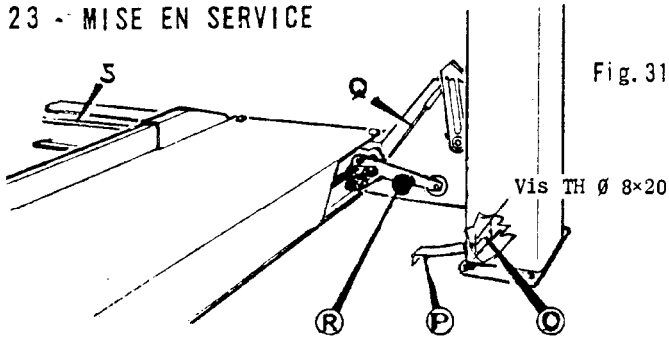

Fig. 31
- Faire descendre la plateforme au plus bas et examiner le jeu qu'il y a entre les parties inférieures des traverses (O fig.31) et les butées de bas de poteau. Ce jeu doit-être d'autant plus grand que le câble correspondant est plus long. Ceci pour compenser l'allongement permanent et élastique des câbles sous charge. Soit 10mm minimum au n° 1 et aux autres un supplément à cette cote de : 8mm au n° 2, 30mm au n° 3, et 20mm au n° 4.
- Régler s'il y a lieu la longueur des biellettes Q (fig.31) de telle sorte qu'en position déverrouillée le bec du crochet soit à quelques mm du poteau (ne jamais retoucher à la longueur de la tringle S).
- Monter la plaque de réarmement P (fig.31) qui doit servir de plan de roulement au galet du levier R.